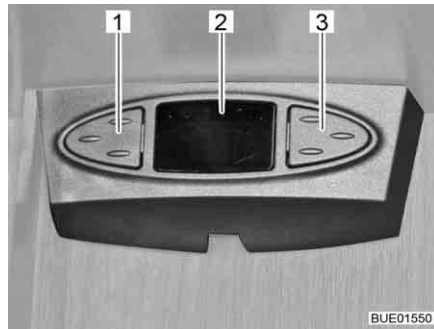

Fig. 40 Ratón satélite
Según el modelo, la instalación de antena parabólica estará equipada con un ratón satélite. La visualización (Fig. 40,2) del ratón satélite indicará el canal ajustado. Con las dos teclas se pueden manejar las funciones básicas de la instalación de antena parabólica (cambiar de programa, conectar/desconectar).
- Seleccionar el programa anterior de la lista de programas: Pulsar la tecla izquierda (Fig. 40,1).
- Seleccionar el programa siguiente de la lista de programas: Pulsar la tecla derecha (Fig. 40,3).
- Cambiar de radio a televisión y viceversa: Pulsar las teclas (Fig. 40,1 y Fig. 40,3) brevemente al mismo tiempo.
- Conectar/desconectar el receptor: Pulsar las teclas (Fig. 40,1 y Fig. 40,3) al mismo tiempo y mantenerlas pulsadas.